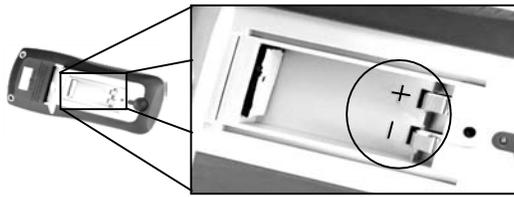

图 5 -电池仓
2. 将 9V 电池插入隔间。注意电池室内所示的正极 (+) 和负极 (-) 端子（见图 5）。一定要插入极性匹配的电池。